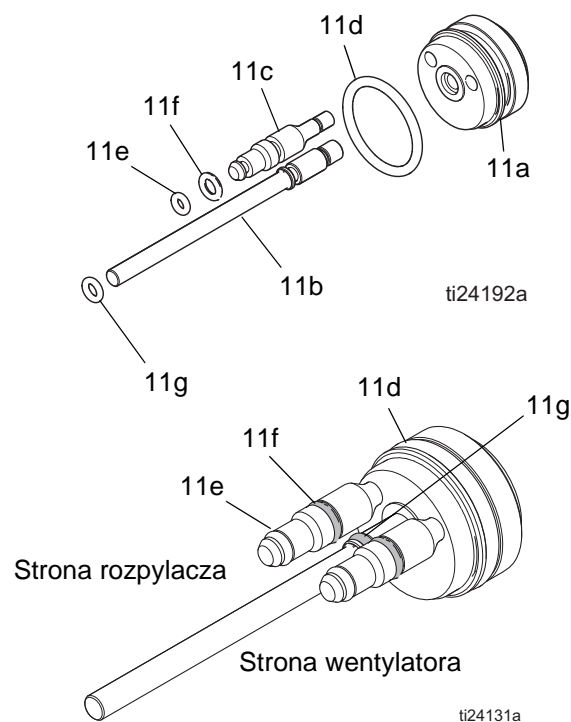

Fig. 32. Uszczelki okrągłe tłoka
4. Zdjąć nakrętkę tłoka (13) znajdującą się z tyłu pistoletu.
5. Popchnąć pręt tłoka (11), aby wysunąć tłok z pistoletu.
6. Sprawdzić uszczelki okrągłe (11d, 11e, 11f, 11g) pod kątem uszkodzeń. Patrz Tabela 3 oraz FIGURE 32.